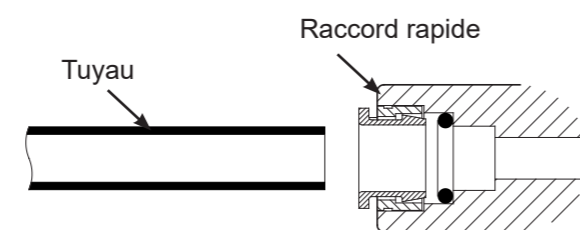

FIG. 19
- B. Couper le tuyau en angle droit à la longueur souhaitée. Cf Fig. 19 pour les instructions sur la découpe des tuyaux..
1. Utilisez un cutter ou un couteau bien aiguisé pour couper l'extrémité du tuyau. Toujours couper en angle droit. Cf Fig. 19.
3. Couper le tuyau en angle droit. Voir Fig. 19.
4. Dirigez l'autre extrémité du tuyau vert vers le collet vert situé à l'extrémité gauche de l'unité d'osmose inverse. Voir Fig. 19.
5. Coupez l'extrémité en angle droit et à la bonne longueur. Voir Fig. 19.
3. Coupez le tuyau bleu en angle droit. Voir Fig. 19.
4. Couper en angle droit. Voir Fig. 19.